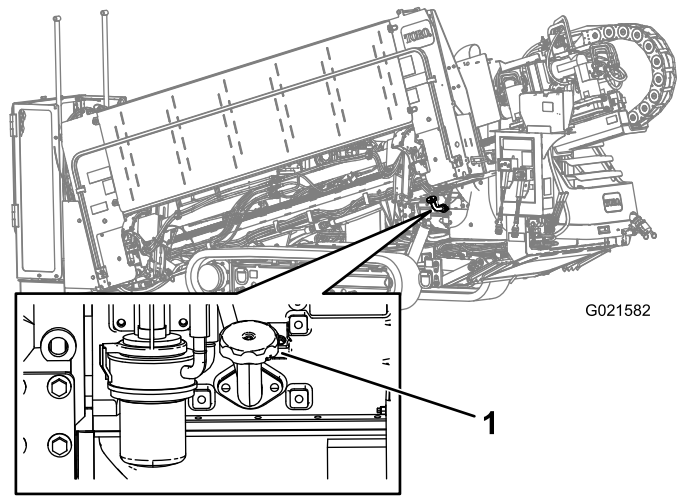

Figura 123
- A. Retire a tampa do tubo de enchimento (Figura 123) e adicione óleo até o nível alcançar a marca MAX (H). **Não ultrapasse essa marca.**